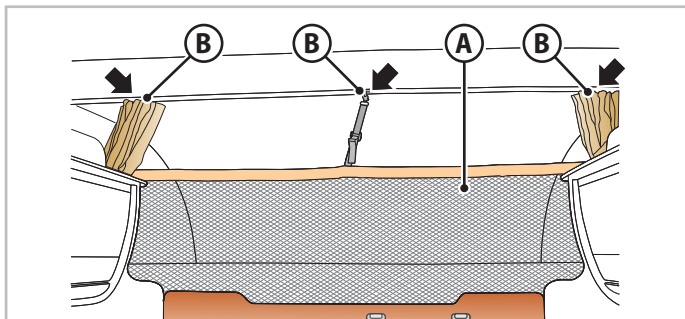
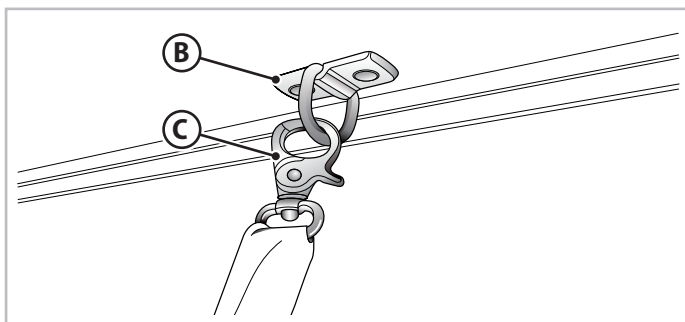

Fig. 6.22 - Rede de proteção da cama basculante
Fig. 6.23 - Gancho da rede de proteção
- Fixar a rede de proteção (A - Fig.6.22) por meio dos ganchos (B - Fig.6.22 e Fig.6.23) nos anéis previstos (C - Fig.6.23).